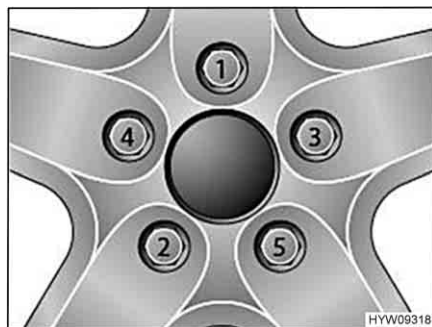

Fig. 200 Serraggio a croce di dadi delle ruote e bulloni delle ruote
- Serrare i dadi delle ruote o i bulloni delle ruote nell'ordine riportato in Fig. 200. A tale scopo, utilizzare una chiave dinamometrica e rispettare la coppia di serraggio indicata (vedi paragrafo 13.5.2).
- Controllare regolarmente il serraggio dei dadi o dei bulloni. Regolare il serraggio dei dadi delle ruote o dei bulloni delle ruote di una ruota sostituita dopo circa 50 km. A tale scopo, procedere seguendo l'ordine indicato in Fig. 200.
- Se si utilizzano cerchioni nuovi o riverniciati, regolare il serraggio dei bulloni o dei dadi dopo altri 1000 - 5000 km. A tale scopo, procedere seguendo l'ordine indicato in Fig. 200.
- ▷ Serrare a croce i dadi o i bulloni delle ruote (Fig. 200).